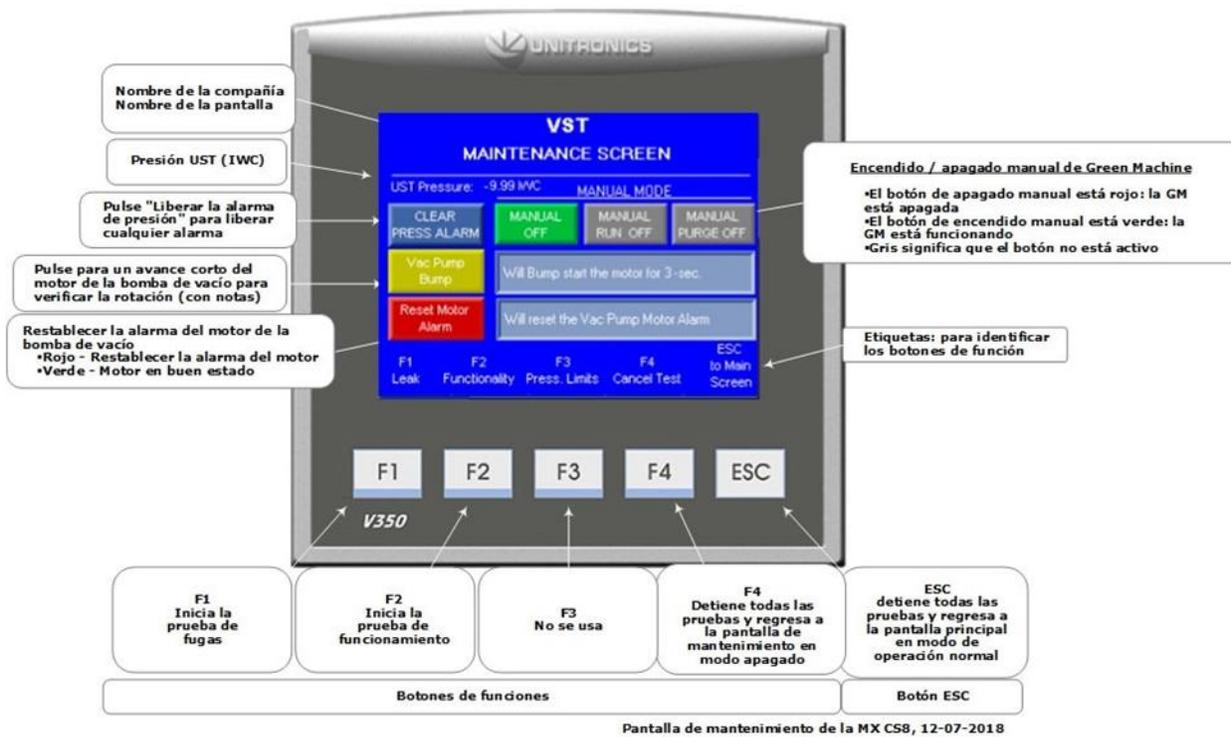

Figura 10-2: Pantalla de mantenimiento
- **Vea la Figura 10-2 para conocer la pantalla de mantenimiento**